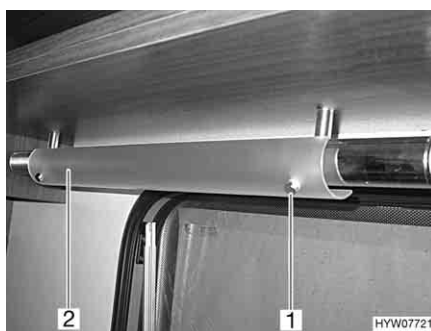

Fig. 149 Luce piano di lavoro/luce area cottura (variante 2)
- Svitare le viti (Fig. 149,1) e rimuovere il diaframma (Fig. 149,2).